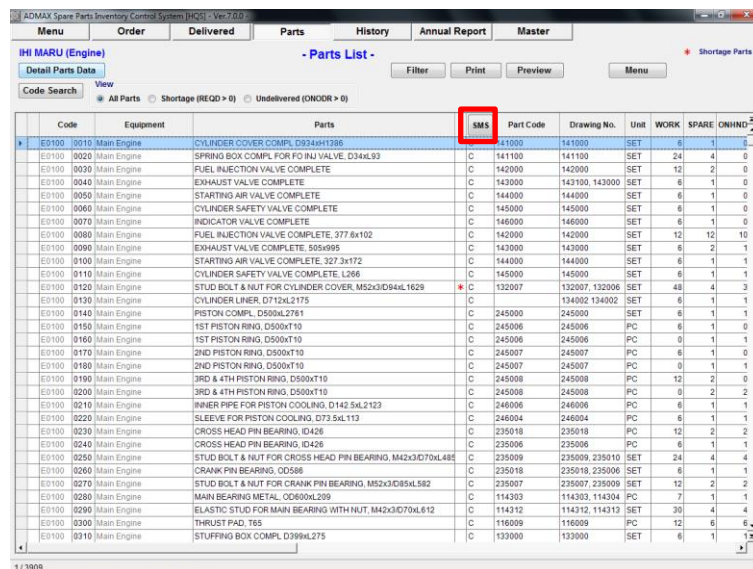

図 17.5 Parts List
1. “Parts List Screen” (図.17-5)の[SMS] ボタンを選択してください。